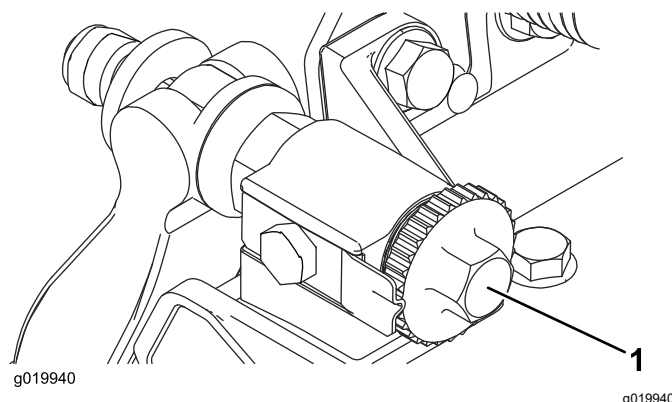

図 8
- ベッドバー調整ねじを左に回して下刃とリールとの接触を完全になくす 図 8。